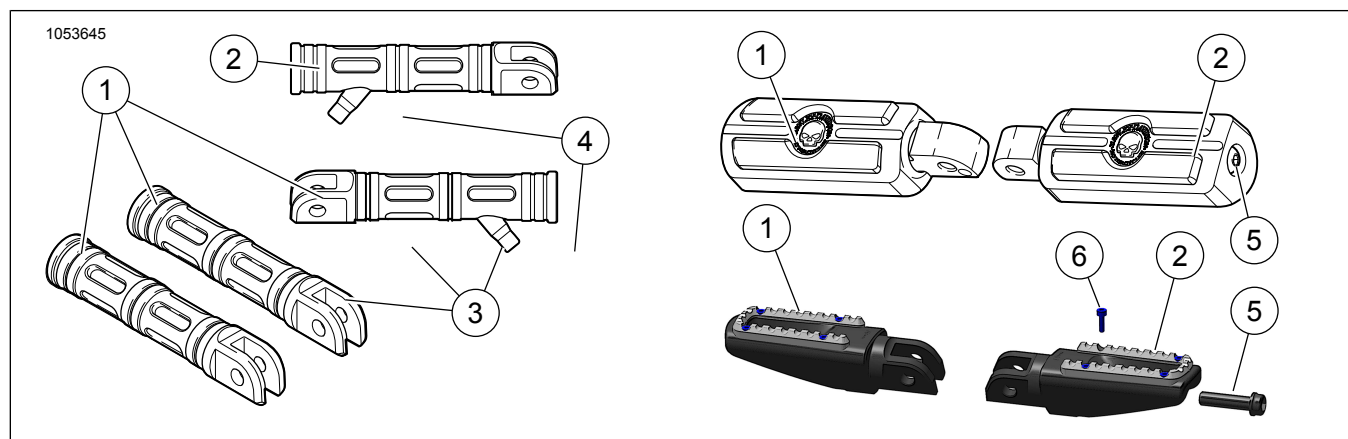

Figure 4. Pièces de rechange : Kit de repose-pied
Consultez Figure 4 et Tableau 1 .
- a. Consultez Figure 4 . Desserrez la vis de réglage (5). Faites pivoter jusqu'à l'orientation souhaitée.